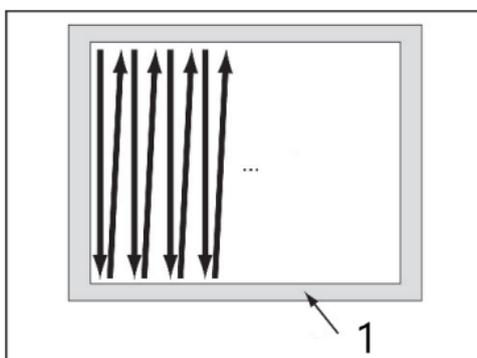

Fig. 11 - Esempio di uno schema semplice di guida
9. Spostare il pezzo in avanti e indietro attraverso le ruote seguendo uno schema di sovrapposizione (cfr. Fig. 11 per un esempio).